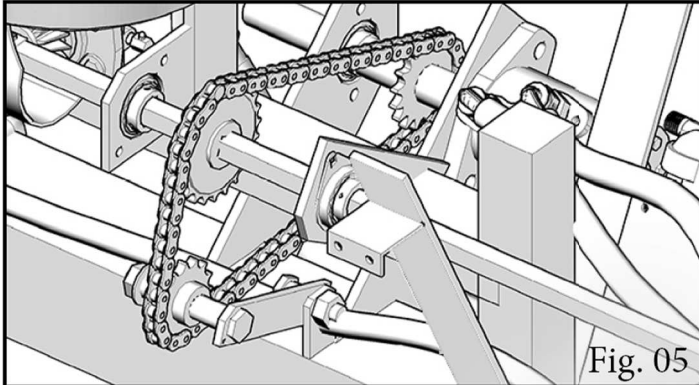

Fig. 05
- \* Las cadenas deben estar bien fijados en los engranajes fig.05;